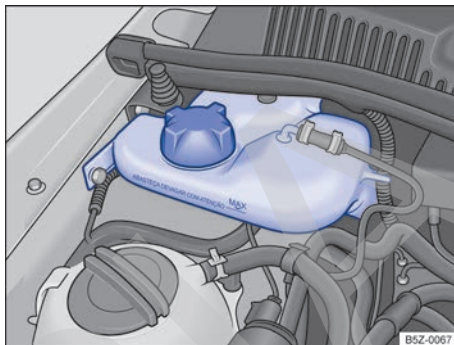

Fig. 133 En el compartimento del motor: depósito de gasolina para el sistema de arranque en frío para motor TOTALFLEX.
El depósito de gasolina del sistema de arranque en frío se encuentra en el compartimento del motor, del lado derecho → fig. 133.
- Nunca sobrepasar la marca "MÁX" indicada en el depósito → fig. 133.